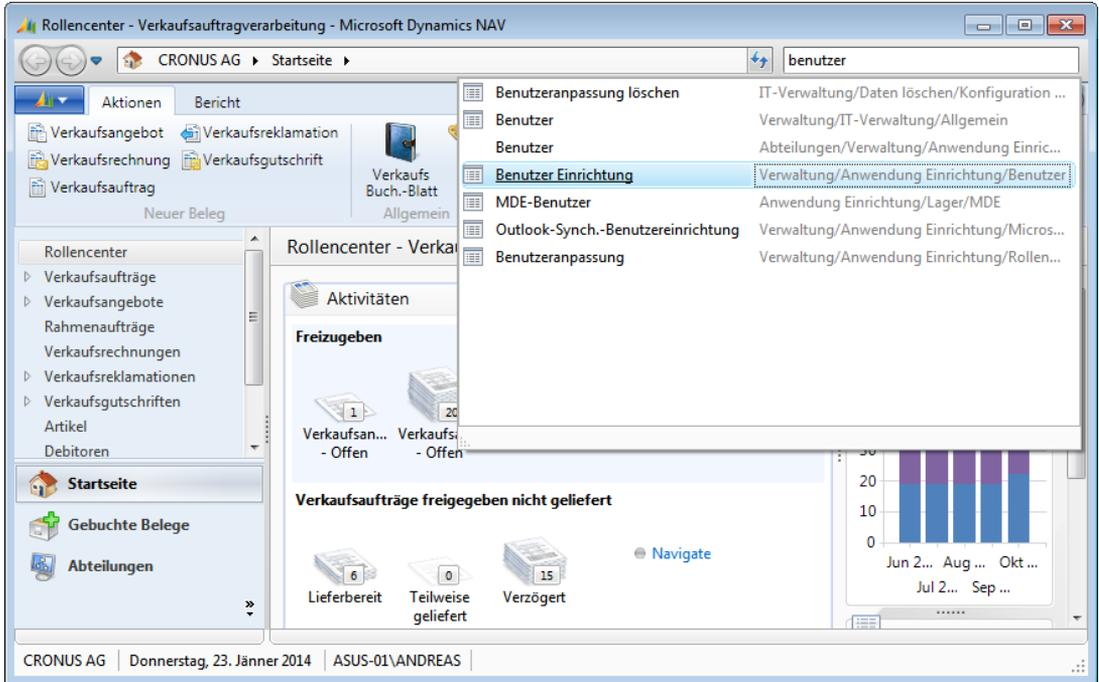

Abbildung 3.1 Aufruf der Benutzer-Einrichtung über das Suchfeld
3. Alternativ können Sie die Seite zur Benutzer-Einrichtung auch öffnen, indem Sie das Suchfeld rechts in der Adressleiste über einen Klick in das Feld oder die Tastenkombination **Strg** + **F3** aktivieren, den Begriff »benutzer« eintragen und den Link *Benutzer Einrichtung* im Suchergebnis wählen (siehe Abbildung 3.1).